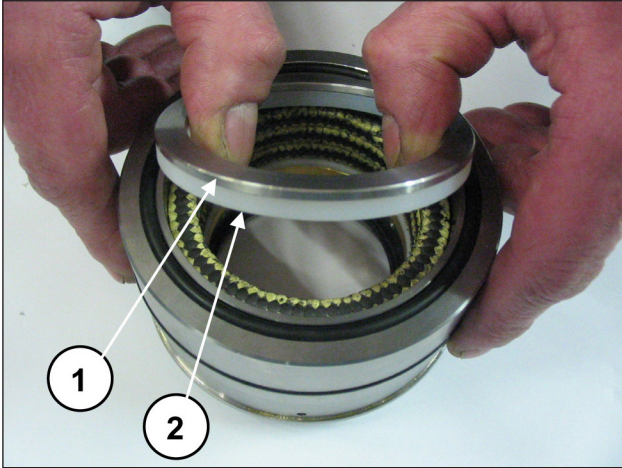
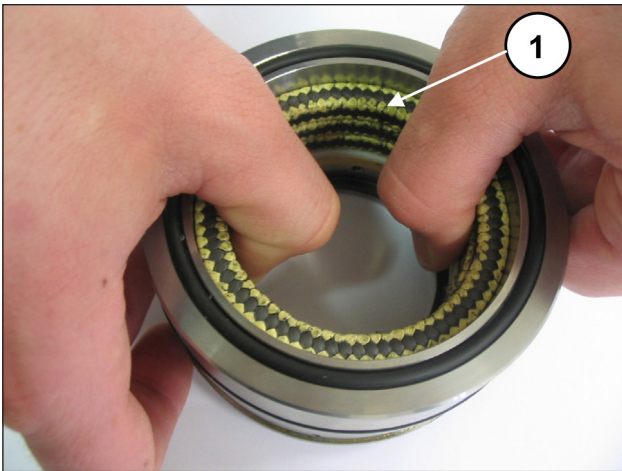

Fig. 191
Fig. 192
Désassembler le support des joints de la chemise, ôter l'anneau du ressort et l'anneau raqueur (rep. ①②, Fig. 191) pour accéder aux joints de pression (rep. ①, Fig. 192).